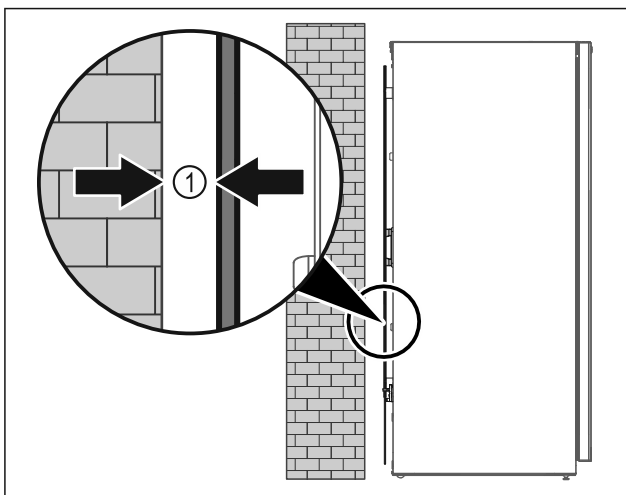

Fig. 10
- ▶ 冰箱可以自由放置在房间内，也可以直接靠墙壁放置，最小距离 5 mm Fig. 10 (1)。